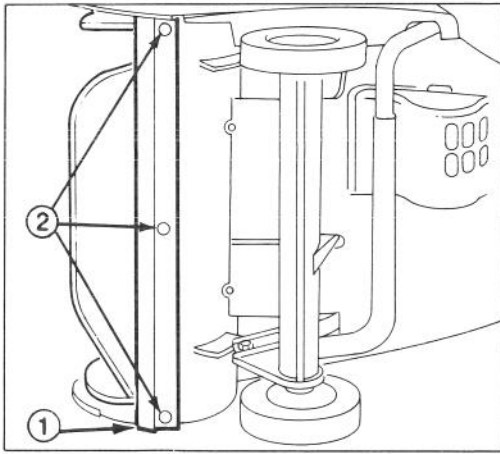

Fig. 7
2. Tipp snøfreseren over på siden. Fjern låsemutterene og låseskruene som holder skraperen på plass (Fig. 7). Fjern skraperen fra festet.